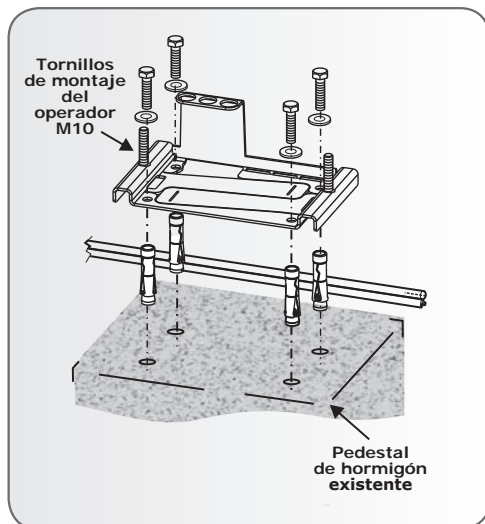
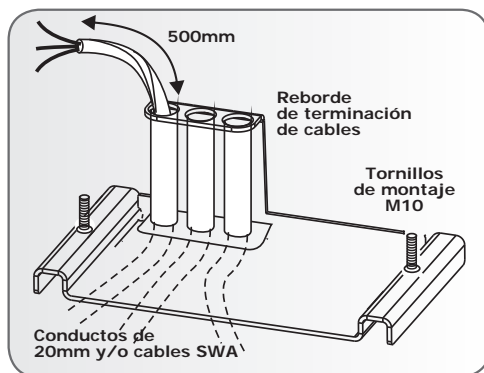

FIGURA 12
FIGURA 13
1. La chapa de base puede colocarse sobre cimientos de hormigón, como en la Figura 12, o atornillarse a un pedestal de hormigón existente, como en la Figura 13.
Al usar cimientos de hormigón, se recomienda que la placa de base se suelde al riel/la vía del portón usando una barra plana corta como se muestra en la Figura 12. Esto hace posible completar la instalación mecánica y eléctrica sin tener que esperar que se seque el hormigón. Después de completar la instalación, puede volcarse el hormigón y dejarse el operador en modo manual hasta que se haya secado el hormigón.